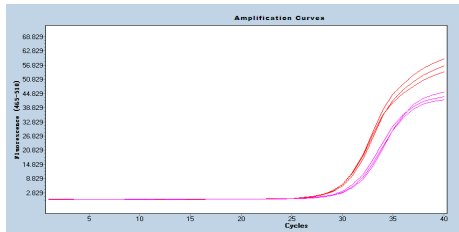

图 3. MesGen (红)与 A 公司 (粉)类似产品样品组扩增曲线图(188bp, 52%GC)。
4. 高灵敏性 : 能有效检测低拷贝数模板量, 在等同模板量使用的前体下, MesGen™ 产品经 40 循环扩增后具有更低的 Ct 值及更高的信号值 ( 图 3 )。